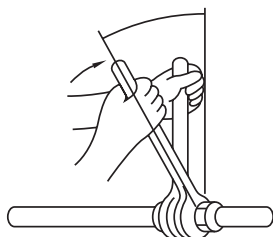

Fig. 5-8
- Appliquer une fine couche d'huile de réfrigérant sur la surface du siège de tuyau. (Fig. 5-8)